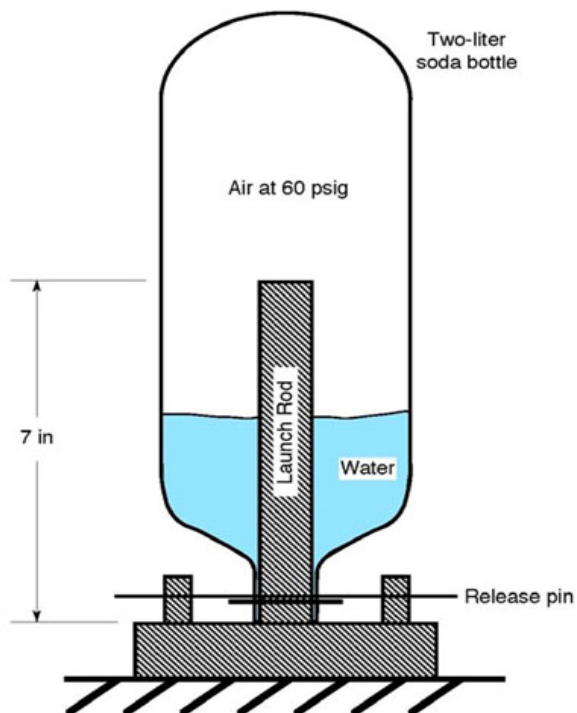

图 1 水力火箭及发射装置
- ① 最大高度的影响。针对该分析，你应从基准火箭系统做起，该基准系统用一个标准的 2 升汽水瓶作为
- ② 箭身结构和燃料储藏。这个瓶子将装一部分水并安装到一火箭发射装置上，如图 1 所示。瓶中的气体随后被加压，发射随后执行。发射装置用一个 18 厘米长的直杆为火箭发射提供稳定性，保证火箭按直线前进。
- ③ 瓶子倒置在直杆上，发射器固定于地面上。一个金属限制销插到瓶颈限制口中，以使瓶子固定于发射器上等待发射。之后，空气通过直杆泵入瓶中给瓶子加压(慢速充气-假设为一个等温的过程)；位于发射杆上的 O 型橡胶圈在瓶口处密封住气体。